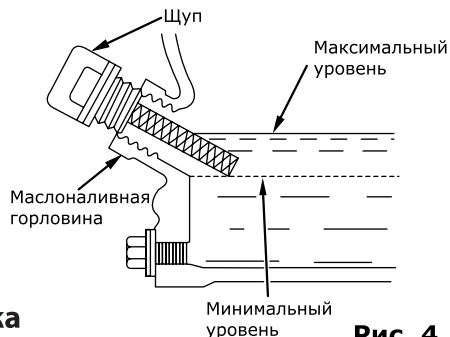

Рис. 4
- отверните и извлеките масляный щуп, проверьте уровень масла, медленно долейте масло до нужного уровня по меткам на щупе или краю маслониливной горловины (рис. 4);